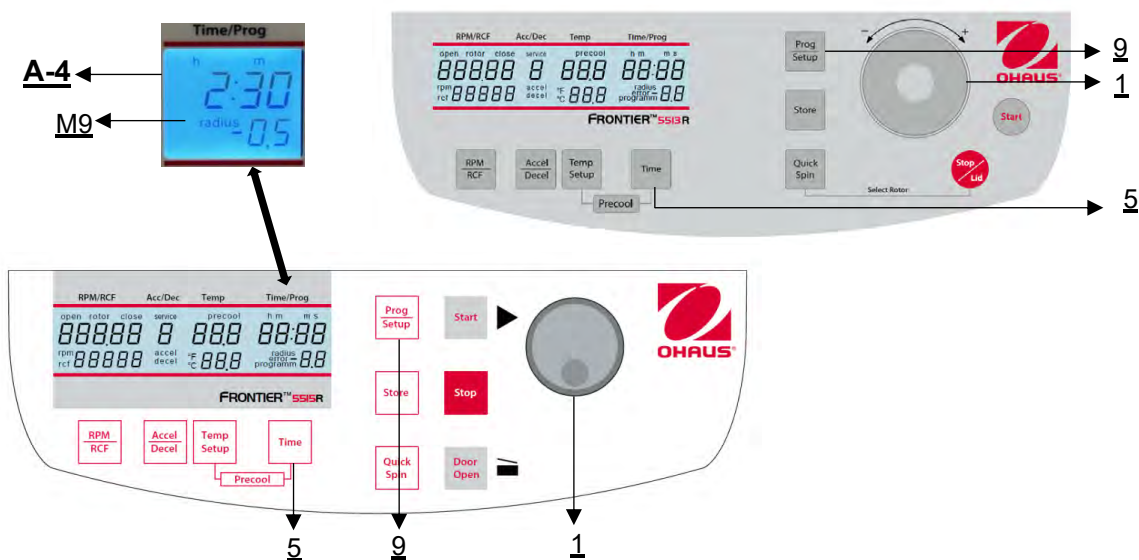

Figure 17
Fermer d'abord le couvercle de la centrifugeuse, puis appuyer simultanément sur les touches **"Time"** (5) et **"Prog/Setup"** (9) et les maintenir enfoncées (voir figure 17).